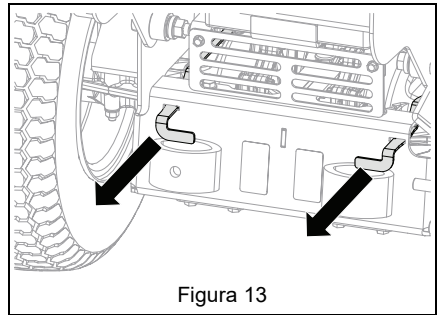

Figura 13
3. Ponga ambas palancas de derivación de los transejes en posición de derivación. Consulte Figura 13.